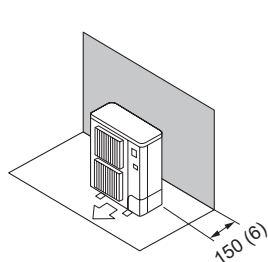

Fig. 2-6
(1) Obstáculos sólo en la parte trasera (Fig. 2-6)